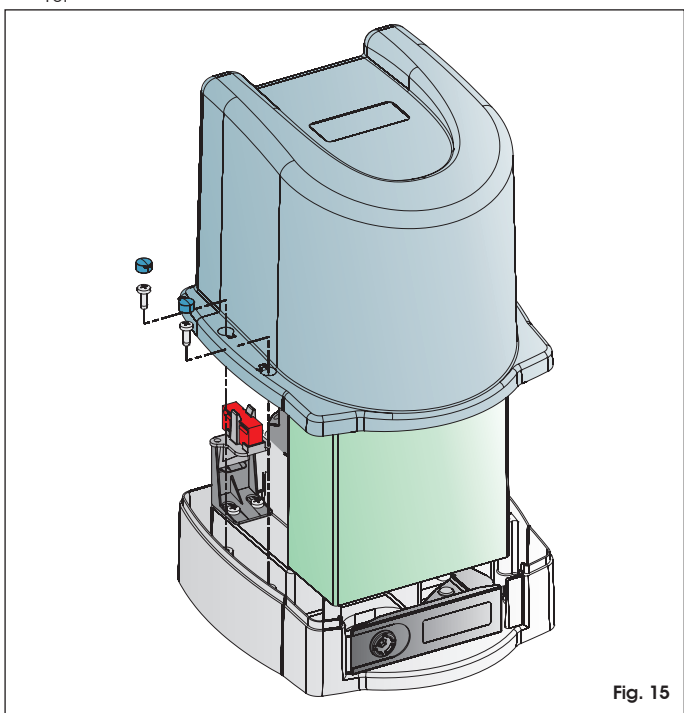

Fig. 15
3. Dopo aver eseguito la prova dell'automazione (par. 5), fissare il carter di protezione sull'operatore utilizzando le viti in dotazione come da fig. 15.